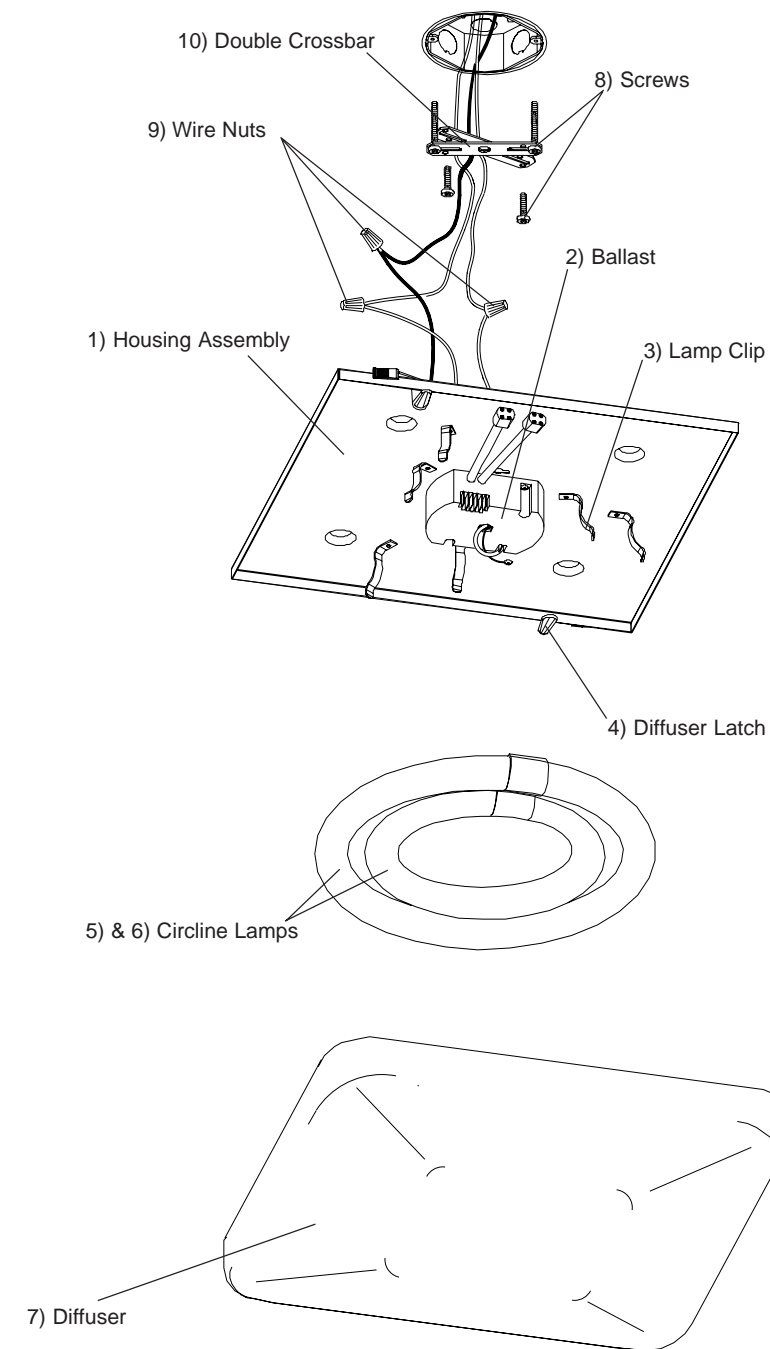

Figure 2
**1. Retirer les composants de l'appareil et tout emballage de pièces.** S'assurer que toutes les pièces sont incluses. **Voir la liste d'emballage en page 1 et la fig. 2.**
**2. Installer la traverse (10) à la boîte de jonction** à l'aide de deux vis de 1,5 po (8). Poser les deux vis restantes à environ ½ po dans les trous les plus éloignés des extrémités de l'autre traverse. **Voir la fig. 2.**
**4. L'alimentation coupée, soutenir fermement l'ensemble boîtier (1) et connecter le fil de terre vert** de l'appareil au fil de terre nu en cuivre de la boîte de jonction à l'aide d'un capuchon de connexion (9). *(Si le câblage d'alimentation ne comprend pas un fil de mise à la terre, consulter votre code d'électricité local et vérifier les méthodes conformes de mise à la terre).* **Voir la fig. 2.**
**5. Employer les capuchons de connexion** pour connecter le fil noir de l'appareil au fil noir d'alimentation et le fil blanc au fil blanc d'alimentation. **Voir la fig. 2.**
**7. Aligner les entailles en trou de serrure du bloc boîtier** sur la tête des vis installées sur la traverse, soulever l'appareil, tourner dans le sens horaire et serrer les vis afin de fixer le boîtier au plafond. **Note :** l'orientation de l'appareil peut être ajustée en tournant la traverse à la position requise avant de fixer l'appareil au plafond. **Voir la fig. 2.**
**8.** Si les lampes sont fournies mais non installées, brancher les connecteurs dans la douille d'alimentation des lampes. Débuter l'installation par la plus petite lampe (pour les modèles à 2 lampes). Placer au dessus de 2 des 3 pinces à lampe (3). Pousser doucement la lampe sur la troisième pince tout en tirant légèrement la pince vers l'arrière. Répéter pour la seconde lampe.
1. Remove fixture components and parts pack(s). Check that all parts are included. See Fixture Packing List on Page 1 and Fig. 2 on Page 2.
2. Install Crossbar (10) to junction box with two 1.5" Screws (8). Install remaining two screws approximately 1/2" into holes furthest to ends of other Crossbar. See Fig. 2.
4. With the power turned off, hold the fixture Housing Assembly (1) firmly and connect the green ground wire from the fixture to the bare copper ground wire from the junction box using a Wire Nut (9). (If house wiring does not include a ground wire, consult your local electrical code for approved grounding methods). See Fig. 2.
5. Use Wire Nuts to connect black fixture wire to the black power supply wire and white fixture wire to the white power supply wire. See Fig. 2.
7. Align keyholes in fixture Housing Assembly over the previously installed screw heads on Crossbar, lift fixture up, rotate clockwise and tighten screws to secure Housing Assembly against ceiling. **Note:** Fixture orientation can be adjusted by rotating Crossbar in desired location before securing fixture to ceiling. See Fig. 2.
8. If lamp(s) are provided but not installed, plug power connectors into the lamp power receptacles. Begin installation with the smallest lamp (2 lamp fixtures) by positioning lamp over two of the three Lamp Clips (3). Gently push the lamp over the third clip while pulling the clip back slightly. Repeat the process with the second lamp.
9. Pivot end of Diffuser Latches (4) outward (away) from fixture housing, position diffuser flange inside fixture housing, pivot Latches inward to captivate diffuser.
1. Remueva los componentes del luminario y el(los) paquete(s) de piezas. Asegure que todas las piezas estén incluidas. Vea Lista de Empaque del Luminario en la Pagina 1 y Fig. 2.
2. Instale la Barra Transversal (10) a la caja de ensambladura con dos Tornillos de 1,5" (8). Instale los dos tornillos restantes a aproximadamente 1/2" en los agujeros más lejanos de los extremos de la otra Barra Transversal. Vea Fig. 2.
4. Con la electricidad apagada, sostenga la cacerola del luminario (1) firmemente y conecte el alambre verde de conexión a tierra del luminario al alambre desnudo de cobre de la caja de ensambladura usando un capuchón de alambres (9). (Si el alambrado de la casa no incluye un alambre de hacer tierra, consulte su código eléctrico local para métodos aprobados de hacer tierra. Vea Fig. 2.
5. Use Capuchones de Alambres para conectar el alambre negro del luminario al alambre negro de suministro eléctrico y el alambre blanco del luminario al alambre blanco de suministro eléctrico. Vea Fig. 2.
7. Alinee los "keyholes" del Ensamblaje de la Carcasa del Luminario sobre las cabezas de los tornillos previamente instalados en la Barra Transversal, levante el luminario hacia arriba, gire a su derecha y apriete los tornillos para asegurar el Ensamblaje de la Carcasa contra el techo. **Nota:** La orientación del Luminario puede ser ajustada girando la Barra Transversal en la ubicación deseada antes de asegurar el luminario al techo. Vea Fig. 2.
8. Si a(s) lámpara(s) son proporcionadas pero no estan instaladas, enchufe los conectores de fuente de suministro eléctrico al receptáculo suministro eléctrico de la lámpara. Comenzar la instalación con la lámpara más pequeña (luminaria de dos lámparas) colocando la lámpara sobre dos de los tres clips (sujetadores) de la lámpara (3). Empuje suavemente la lámpara sobre el tercer sujetador mientras retrocede el sujetador